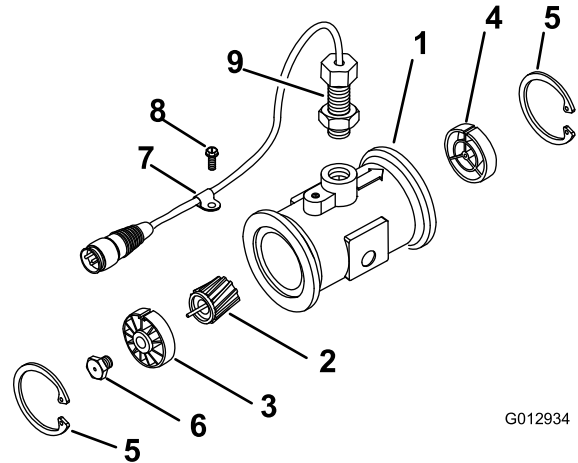

Figura 73
3. Retire o anel de retenção do lado superior (Figura 73).